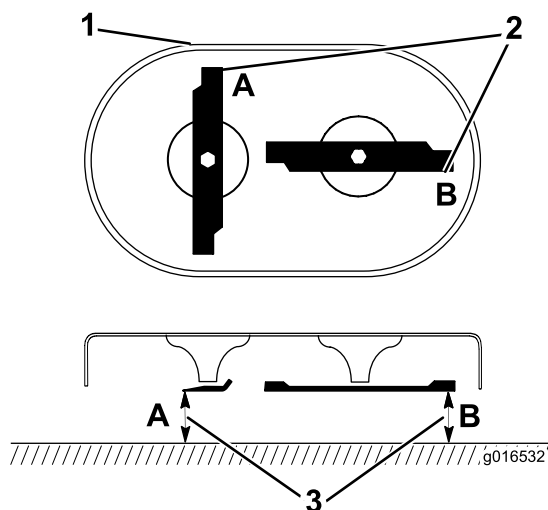

Figura 28
1. Gire las cuchillas a la posición mostrada en Figura 28.
2. Mida desde una superficie nivelada hasta los filos de corte en las posiciones A y B (Figura 28), y anote ambas dimensiones.
3. Gire las cuchillas de manera que sus extremos opuestos estén en las posiciones A y B (Figura 28).